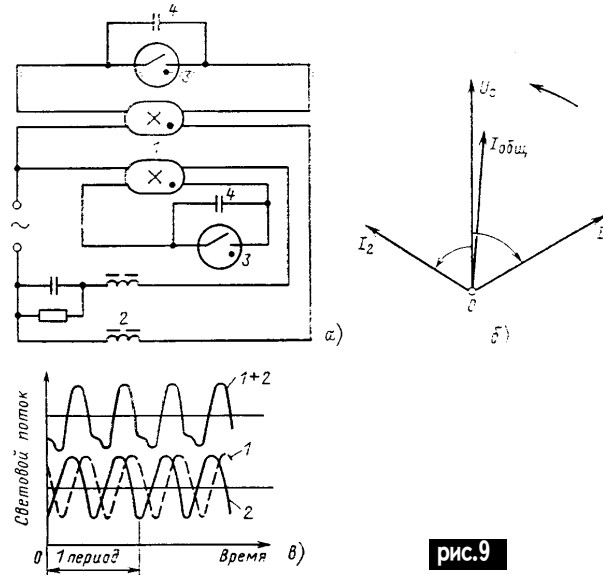

рис.9
**Двухламповая схема включения.** На рис.9 приведе-
на схема двухлампового пуско-регулирующего аппарата с расщепленной фазой, обеспечивающая высокий коэффициент мощности установки и уменьшение пульсаций суммарного светового потока ламп (рис.9,а - схема; рис.9,б - векторная диаграмма токов и напряжения сети; в - осциллограмма изменения световых потоков ламп (1) и (2) и суммарного потока (1+2)). Для того чтобы суммарный ток совпадал по фазе с напряжением сети, необходимо обеспечить в опережающей ветви сдвиг, равный сдвигу в отстающей, т.е. около 60°, при этом cos φ установки достигает значения 0,9...0,95, а глубина пульсаций общего потока уменьшается до 25%. Обычно сдвиг фаз лежит в пределах от 90 до 120°.